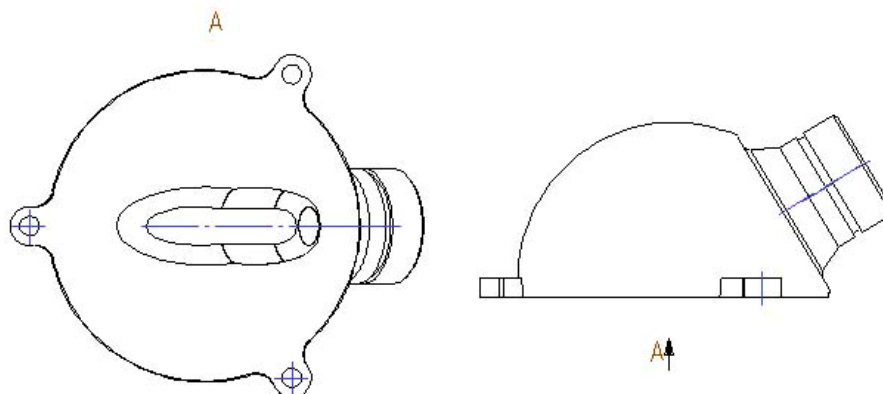

Рисунок 2.34 – Побудова вигляду зверху і вигляду знизу
2. Вкажіть головний вигляд. З'явиться запит «Стрелка (Начало)?». Вкажіть початкову точку стрілки. З'явиться запит «Направление?». Вкажіть кінцеву точку стрілки, що визначає напрям вигляду (рис. 2.34).
4. Встановіть отриманий вигляд зліва від головного вигляду (рис. 2.34).